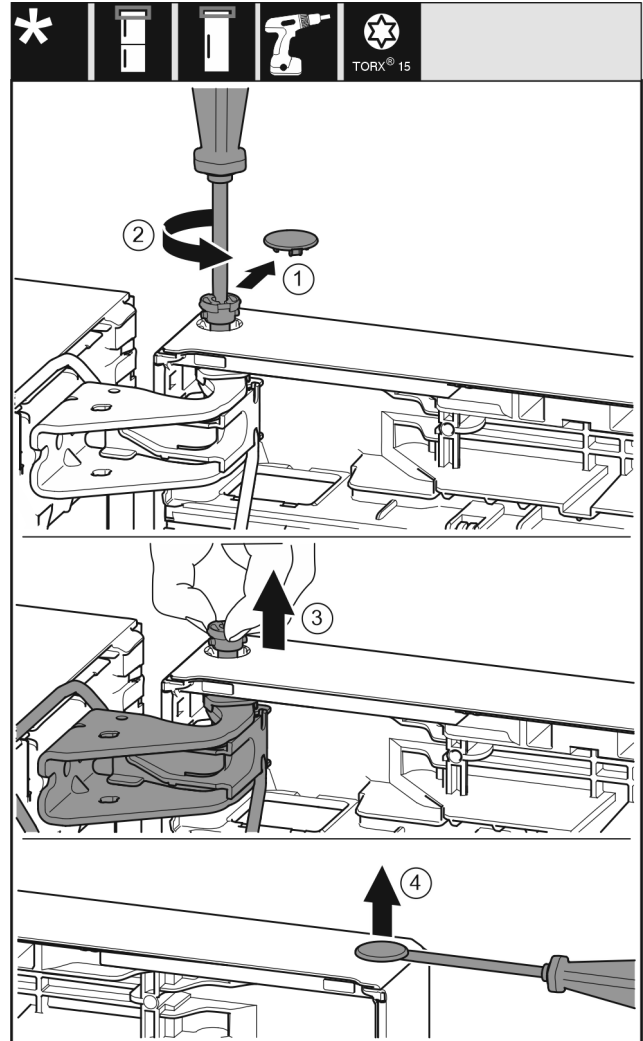

Fig. 20
- ▶ Sicherungsabdeckung vorsichtig abziehen. Fig. 20 (1)
- ▶ Bolzen mit Schraubendreher T15 ein Stück herausdrehen. Fig. 20 (2)
- ▶ Tür festhalten und Bolzen mit den Fingern herausziehen. Fig. 20 (3)
- ▶ Stopfen aus der Tür Lagerbuchse vorsichtig mit einem Schlitzschraubendreher anheben und herausziehen. Fig. 20 (4)